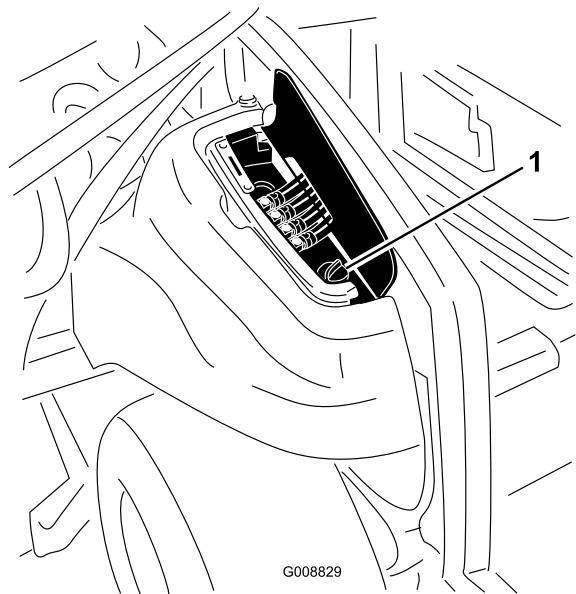

Figura 87
2. En el lado derecho de la máquina, levante la tapa para tener acceso al tapón del depósito hidráulico (Figura 87).
3. Limpie la zona alrededor del cuello de llenado y el tapón del depósito hidráulico (Figura 87).